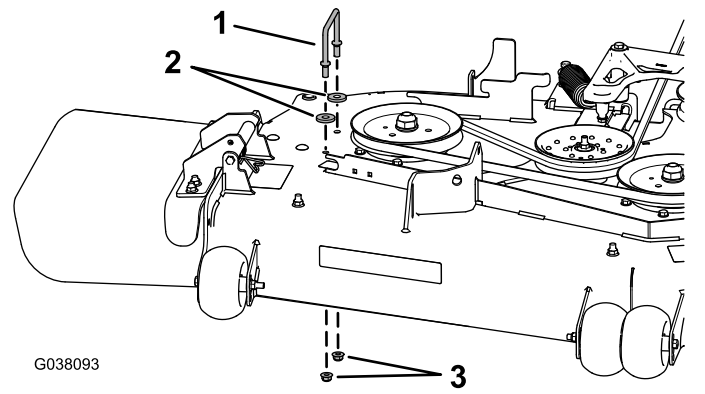

Figure 22
3. Déposez le support de couvercle de courroie droit, **2 rondelles (plateau de coupe de 152 cm seulement)** et 2 écrous à embase du plateau de coupe (Figure 22).